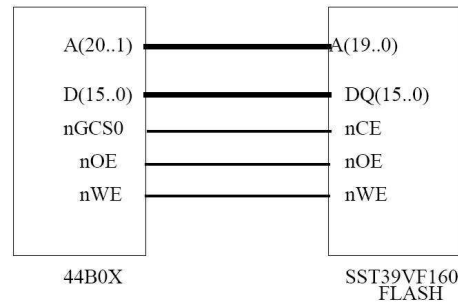

Figura 3.5: Conexión entre el S3C44B0X y la ROM Flash de la placa .
- Memoria ROM Flash de 1Mx16bits, ubicada en el banco 0 del S3C44B0X y cuyo rango de direcciones es [0x00000000-0x001FFFFF]. La figura 3.5 ilustra el esquema de conexión entre el chip S3C44B0X y la ROM.